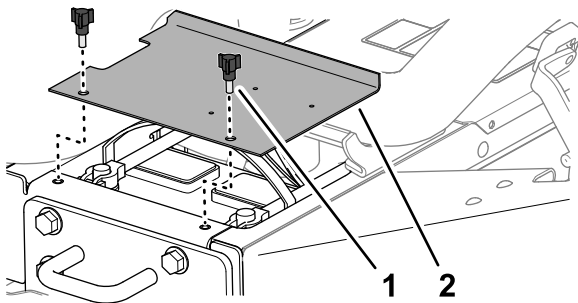

Bild 57
1. Lösen Sie die Verriegelungen an der linken und rechten Seite der Motorhaube (Bild 57).